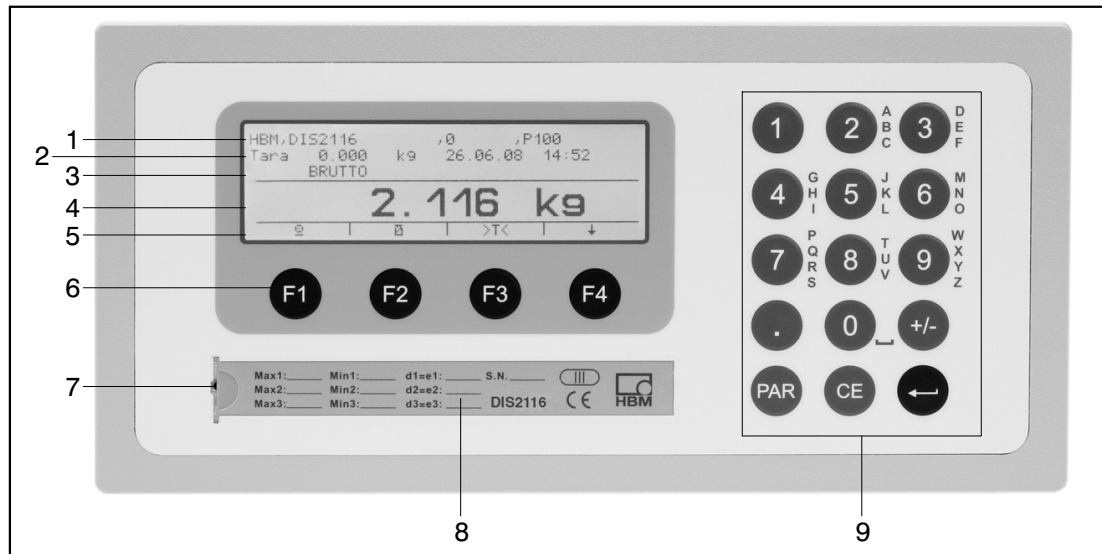

Abb. 6.1: Frontplatte DIS2116
- Verdeckter Taster für den Zugang zum Kalibrieremenü (siehe Abb. 6.1)